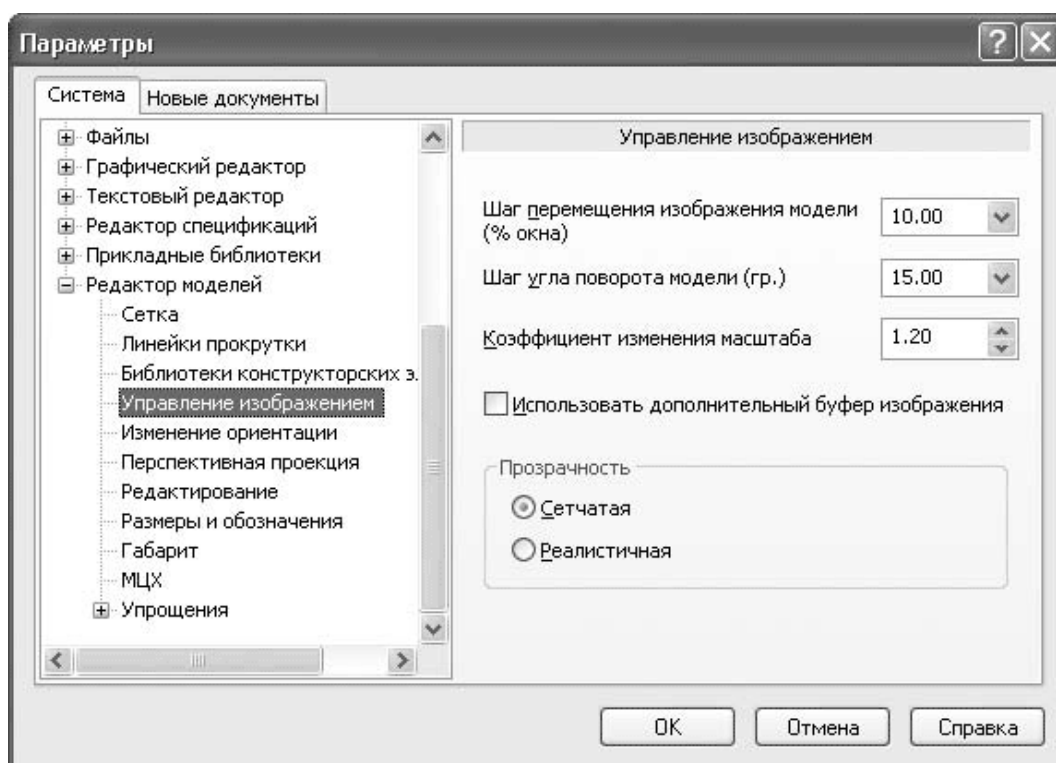

Рис. 1.61. Параметры управления изображением
- Управление изображением – предназначен для управления изображением модели в окне представления документа (рис. 1.61). В раскрывающемся списке Шаг перемещения изображения модели (% окна) задается процентное соотношение перемещения изображения к текущим размерам окна при однократном нажатии, например, сочетания клавиш Shift+®. Точно так же можно задать шаг угла поворота модели при однократном нажатии сочетания клавиш для поворота изображения в окне. С помощью переключателя Прозрачность можно выбрать один из двух возможных способов отображения полупрозрачных моделей: сетчатая или реалистичная прозрачность;